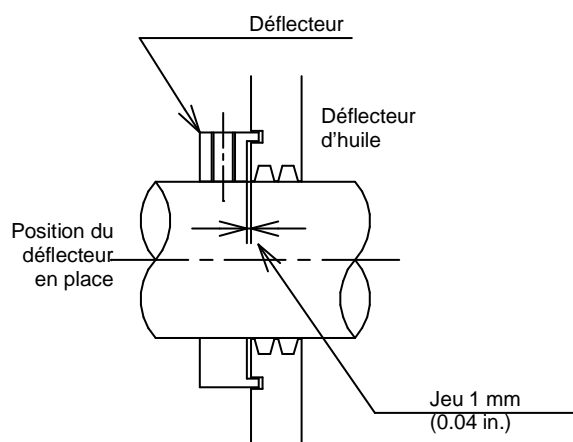

Figure 6-1
- Mettez en place les déflecteurs sur les faces interne et externe [2540] respectivement à 1 mm (0.04 in.) en dehors de la face latérale du déflecteur d'huile [4330], et fixez les à l'arbre avec les vis de fixation. (Figure 6-1).